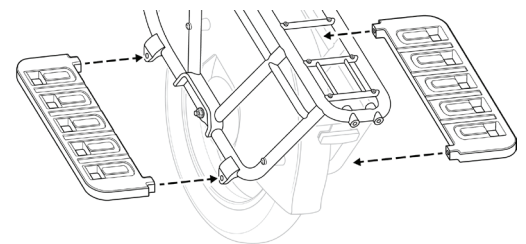

Figure 1 Positionner les plateformes pour l'installation.
- 3. Positionnez les plateformes latérales.** Commencez par le point de montage le plus en arrière du vélo électrique. Placer une rondelle fendue et une rondelle plate contre la tête du boulon, passez le boulon du côté du pneu à travers le point de montage sur le cadre et serrez partiellement à la main. Répétez sur le point de montage avant. Reportez-vous à la figure 1.